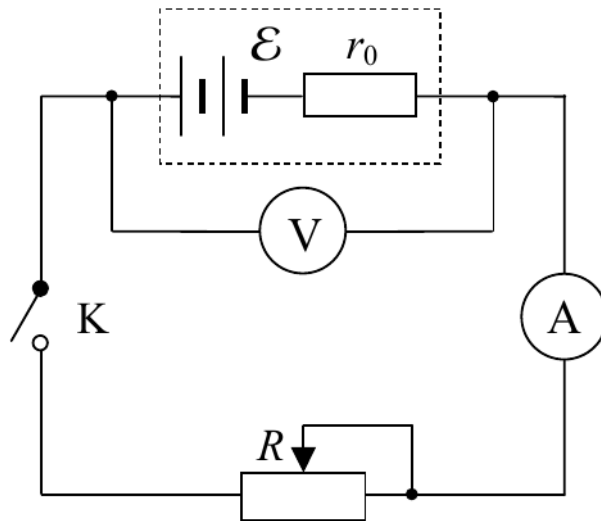

Рисунок 1
1. Собрать схему в соответствии с рис. 1;
В ходе проведения эксперимента были выбраны необходимые приборы и инструменты, собрана цепь (рис. 1). После получения допуска, был проведен эксперимент. Сначала был проведен опыт холостого хода для нахождения ЭДС источника тока. Величина \mathcal{E} составила 17,2 В.